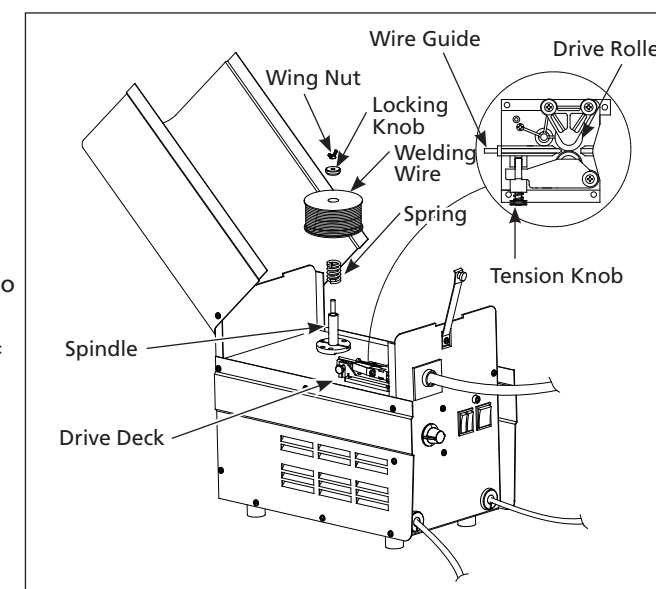

Figure 2 - Weld wire installation
- Diameter of welding wire matches groove in drive roller on wire feed mechanism (See Figure 2).
- El diámetro del alambre de soldar coincide con la ranura del rodillo del mecanismo de alimentación (Ver Fig. 2).